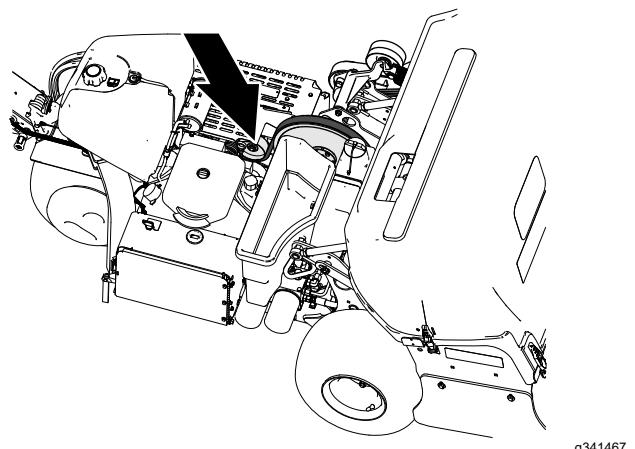

Figura 165
3. Desaperte o parafuso de cabeça flangeada e a porca de bloqueio flangeada que prendem a polia da correia da bomba hidráulica, até que o parafuso se desloque para a ranhura do suporte da polia (Figura 165)